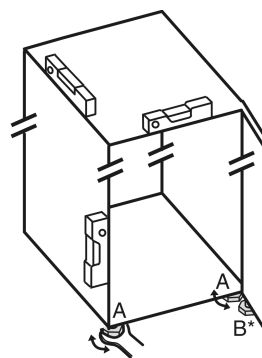

Fig. 5
- ▶ Seřizovací nožky Fig. 5 (A) vyšroubujte pomocí přiloženého vidlicového klíče a pomocí vodováhy, dokud nebude spotřebič pevně vyrovnaný.
▶ Seřizovací nožku Fig. 5 (B) na stojanu ložiska vytáchejte pomocí přiloženého vidlicového klíče, až dosedne na zem.
▶ Seřizovací nožku Fig. 5 (B) otáčejte dál o 90°.